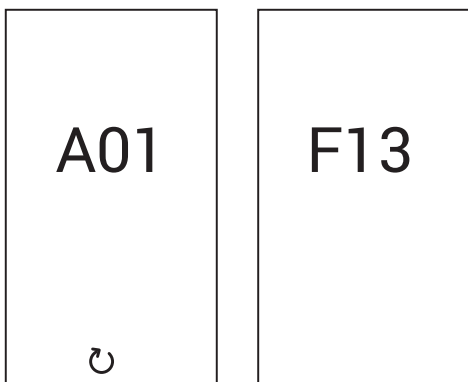

рис. 5
**Неисправность типа А (рис. 5):** Для разблокировки котла при наличии данного вида неисправности необходимо держать нажатой кнопку , пока не появится надпись "Confirm?». Затем подтвердите с помощью кнопки .
**Неисправность типа F (рис. 5):** Неисправность, сброс которой происходит автоматически после устранения проблемы.